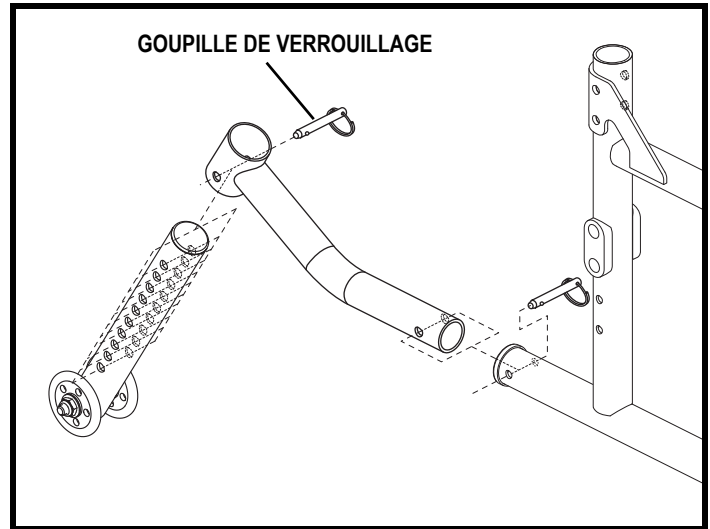

Figure 37. Module de roulette antibasculée
1. Retirer la goupille de verrouillage de la roue antibasculée. **Voir la figure 37.**